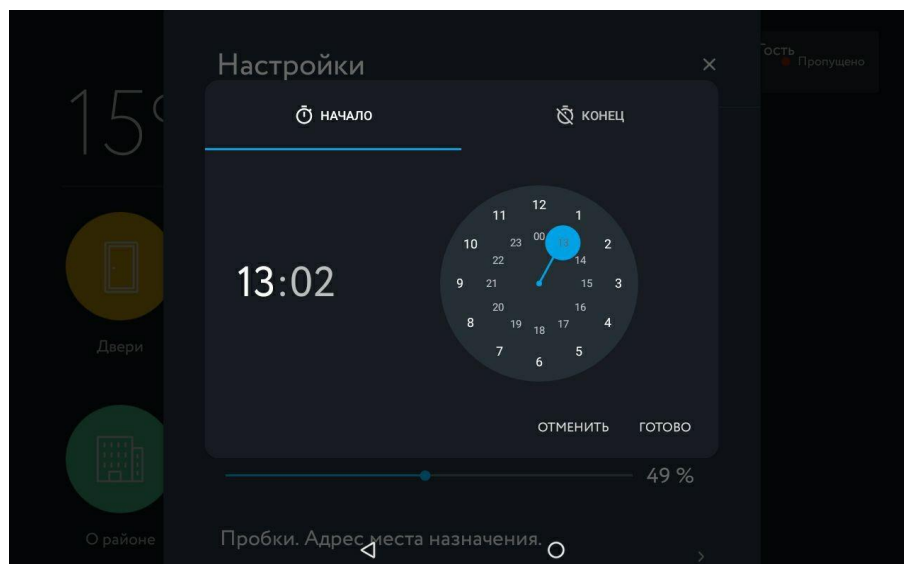

Рисунок 14 – «Режим не беспокоить»
2. Режим «Не беспокоить» - позволяет включить/выключить и настроить период времени, ограничивающий прием вызовов (Рисунок 14).